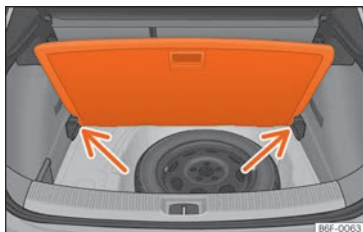

Fig. 128 Piano variabile del bagagliaio: posizione inclinata.
- Appoggiare il piano sugli appositi alloggiamenti » fig. 128 (freccie).